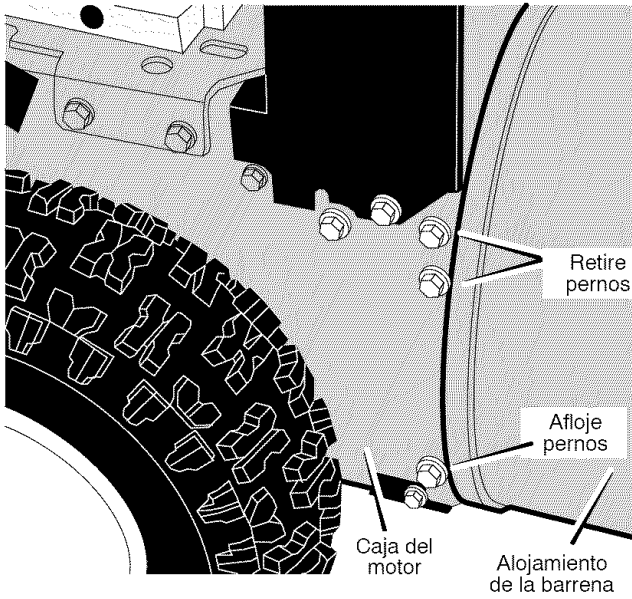

Figura 84
8. Retire los cuatro **pernos superiores** que unen el **alojamiento de la barrena** y la **caja del motor**. Afloje los dos **pernos inferiores**. Ahora el **alojamiento de la barrena** y la **caja del motor** pueden separarse para retirar la correa (Figura 84).